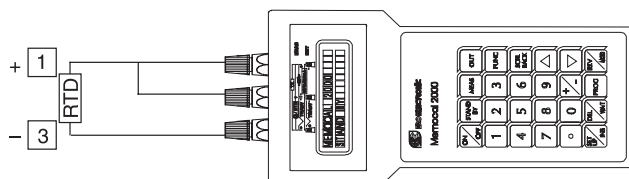

Рис. 9
- Измерьте температуру закрытых клемм 1 и 3 при помощи калибратора, например, MEMOCAL (см. Рис. 9).